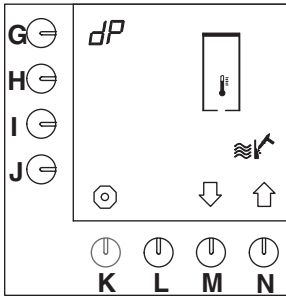

Fig. 21 Start av rensprogrammet, varmtvannsystemet
- Renseprogrammet vises på displayet (fig.21).